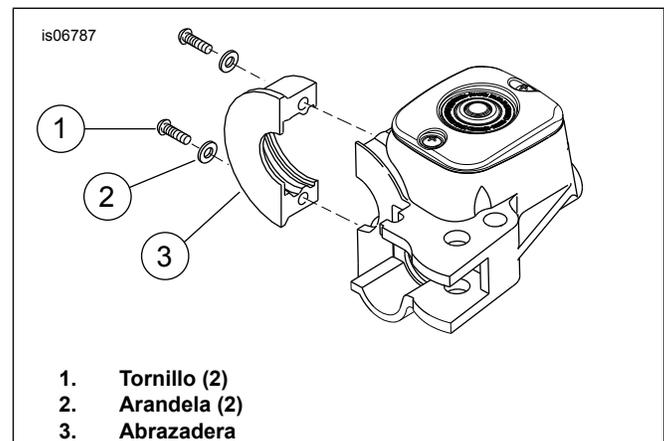

Figura 1. Extracción de la abrazadera
2. Vea Figura 1. Quite los tornillos (1), las arandelas (2) y la abrazadera (3).